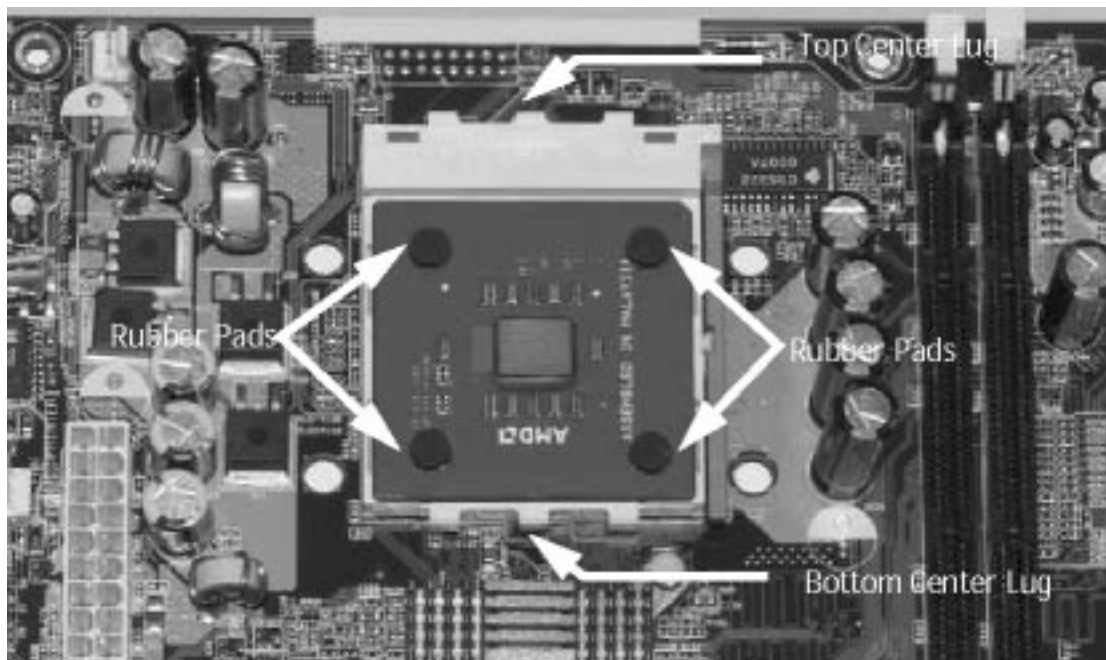

Figura 5. Procesador instalado y palanca hacia abajo.
5. En la figura 5 aparece instalado el procesador y la palanca de escape hacia abajo para fijar el procesador en su sitio. Una vez que se ha instalado el procesador de forma correcta, hay que montar el ventilador y el disipador de calor.